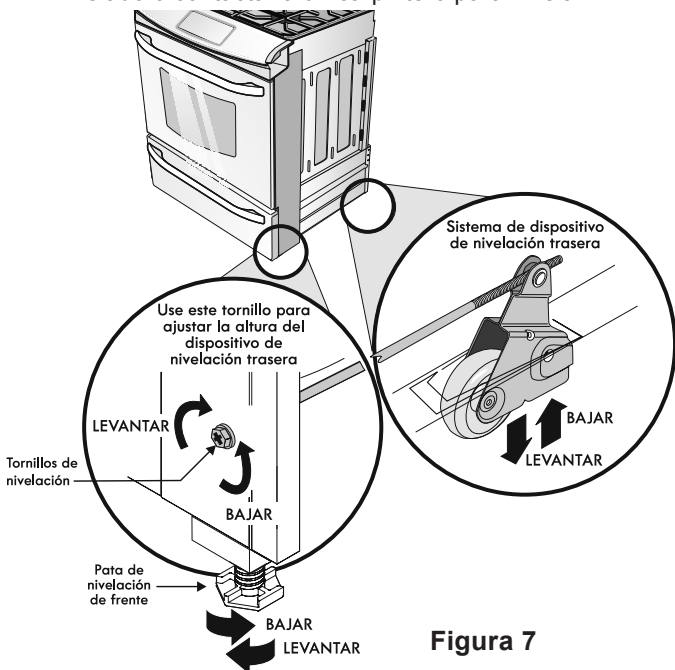

Figura 7
2. Baje el aparato, las patas de nivelación alternadamente, hasta que la parte baja de la superficie de cocción repose sobre el mostrador (figura 7).